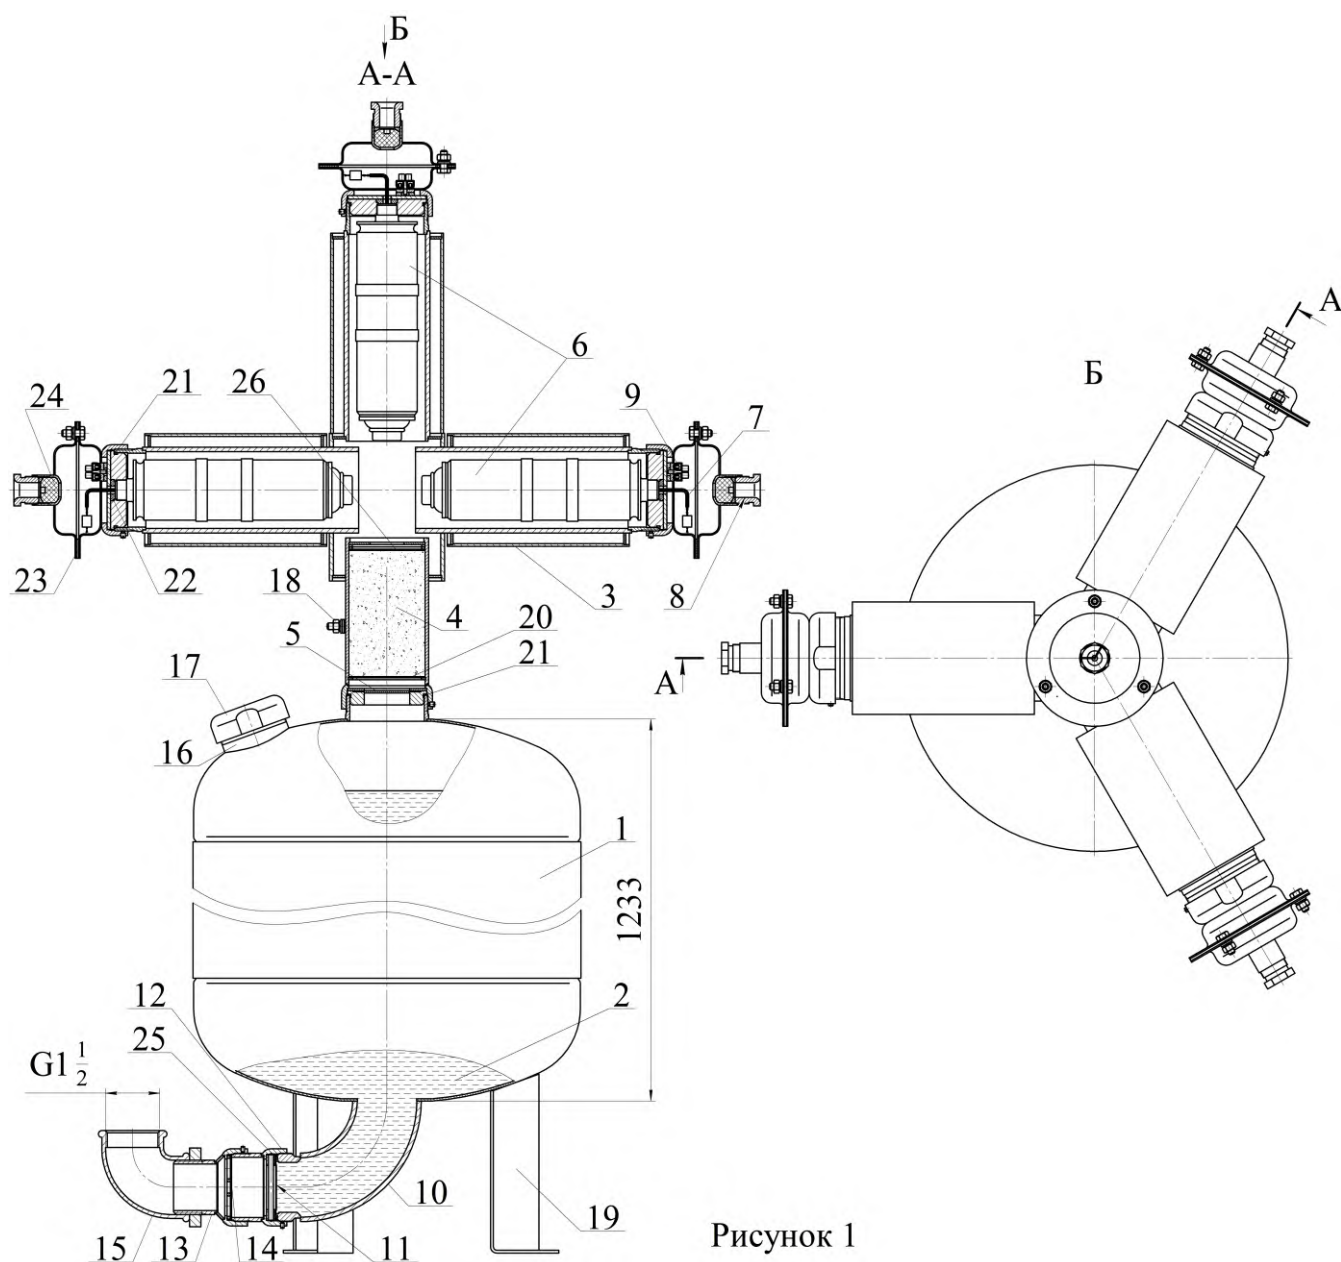

Рисунок 1
4.1.1 МУПТВ (см. рисунок 1) состоит из корпуса **1**, заправленного ОТВ **2**, газогенерирующего устройства **3** и мембранного рабочего узла, смонтированного в нижней части модуля. Канал с фильтрующим веществом **4**, соединяющий газогенерирующее устройство **3** с внутренней полостью корпуса **1**, загерметизирован эластичной прокладкой **5**. В корпусе газогенерирующего устройства установлены 4 ИХГ **6** с элементами электропусковыми **7**. Газогенерирующее устройство для каждого ИХГ снабжено вводными коробками с герметичными кабельными вводами **8**. Монтажные кабели через кабельные вводы **8** входят во вводную коробку и через зажимы контактные винтовые **9** соединяются с проводами элементов электропусковых **7**. В мембранном узле сопловое отверстие **10**, предназначенное для выхода ОТВ, перекрыто срезной мембраной **11**, которая поджата гайкой **12**. С гайкой **12** через штуцер **13** с закрепленным в нем фильтрующим элементом **14** присоединен угольник **15** с внутренней резьбой G1¹/₂, предназначенный для соединения МУПТВ с трубной разводкой. В верхней части корпуса расположены горловина **16** для заливки ОТВ и предохрани-
разводку с угольником **15** (см. рисунок 1). Закрепить опоры **19** к полу, координаты крепежных отверстий на опорах показаны на рисунке 2.
Залить в отверстие верхней горловины **16** (см. рисунок 1) воду (питьевую либо дистиллированную) (температура воды должна быть плюс $(15...25)^{\circ}\text{C}$ объемом $87,5^{+0,3}$ дм³. Открыть упаковки с жидкими добавками к воде и залить их в отверстие верхней горловины **16**.
6.5.3 Полученный раствор ОТВ порциями залить в отверстие верхней горловины **16** (см. рисунок 1). Для окончательного приготовления ОТВ открыть упаковки с жидкими добавками и залить их в отверстие верхней горловины **16**.
7.3 Комплект поставки для перезарядки МУПТВ (см. рисунок 1):